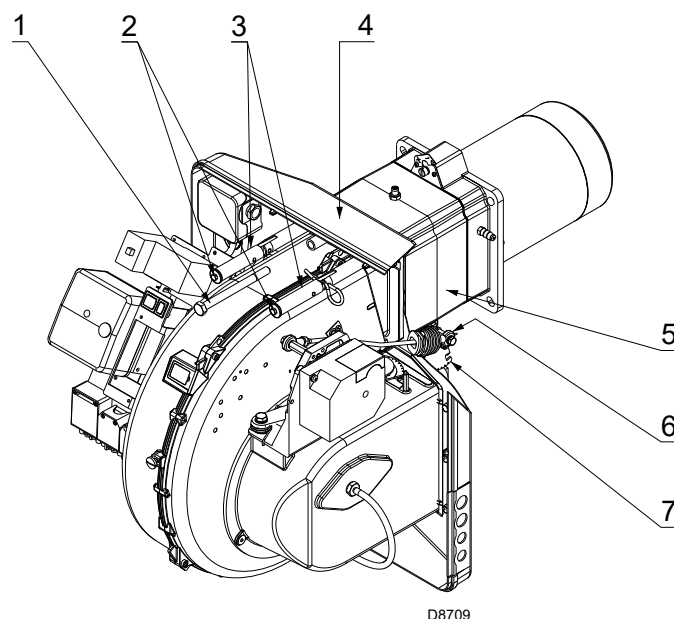

Fig. 15
Après avoir terminé le réglage de la tête de combustion : (Fig. 15):
- remonter le brûleur 4) sur les glissières 3) à 100 mm environ du manchon 5) - brûleur dans la position illustrée dans la Fig. 15;
- insérer le câble de la sonde et le câble de l'électrode puis faire glisser le brûleur jusqu'au manchon dans la position illustrée sur la Fig. 15;